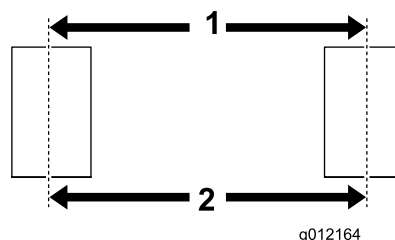

Figur 2
2. Bruk de fire låseboltene og fire låsemutterne til å montere en aksel til undersiden av monteringsbrakettene på hver side av tilhengerplanet. Plasser akselen, låseboltene og mutterne som vist i Figur 2.
3. Fest en hjulenhet til hvert nav med fire hakemuttere (Figur 2). Stram mutrene til 108,47 N·m. Fyll luft i dekkene til trykket er 0,34 bar.